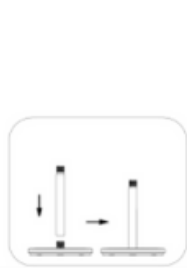

Рис.1
1. Зіставте один кінець внутрішньої різьби будь-якої стійки із зовнішньою різьбою корпусу, вставте її, а потім поверніть за годинниковою стрілкою, щоб затягнути нижню частину. За допомогою баранчиків гайок прикріпіть основу до основного корпусу вентилятора (рис. 1).